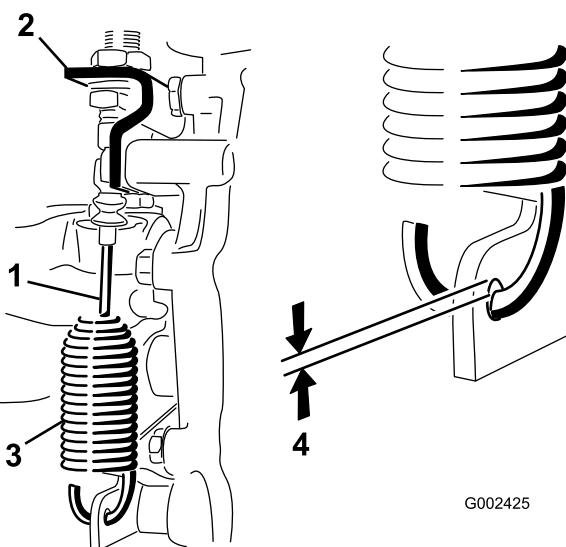

Рисунок 56
- Ослабьте гайки, которые крепят трос блокировки дифференциала к кронштейну на коробке передач (Рисунок 56).